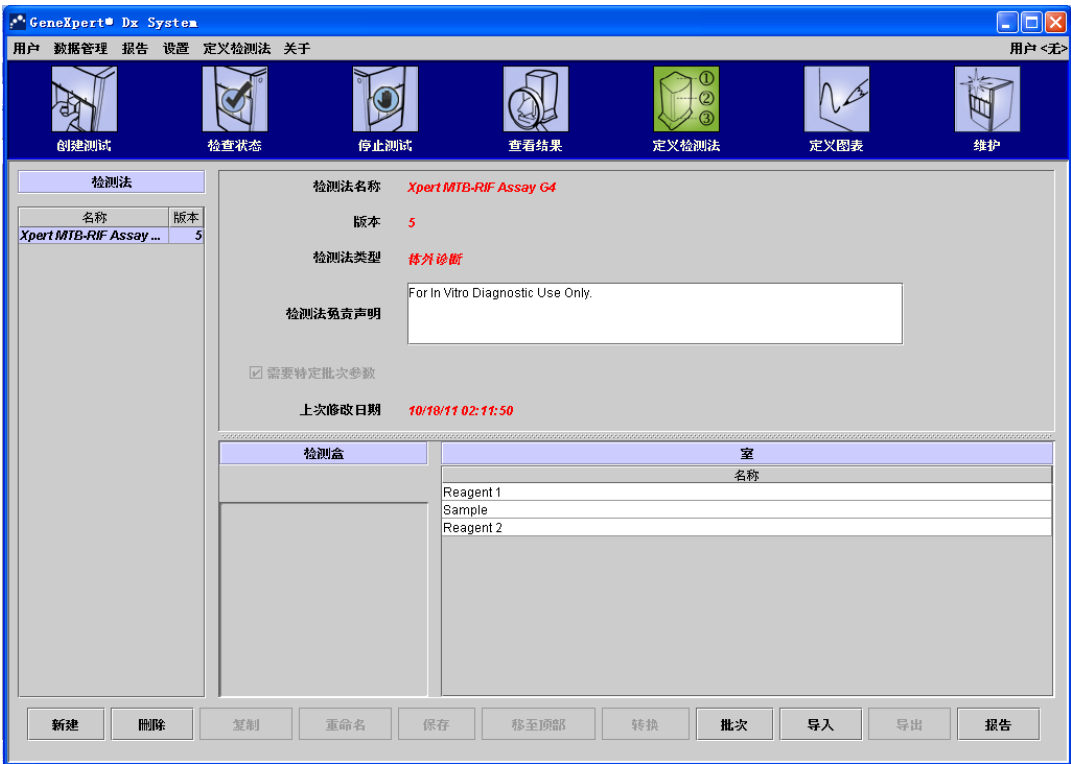

图 4-8 GeneXpert 系统 – “定义检测法”窗口
- 1. 在全自动医用PCR分析系统窗口中，单击”定义检测法”。出现”定义检测法”窗口（图4-8）。